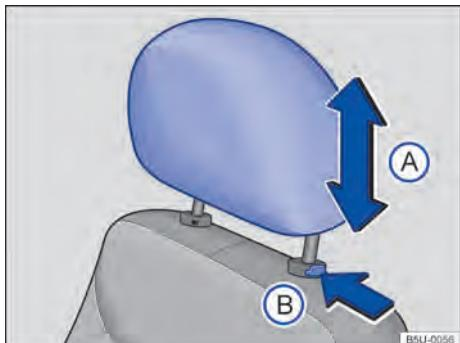

Fig. 45 Ajustar o apoio para cabeça dianteiro.
- Empurrar o apoio para cabeça para cima ou para baixo na direção da seta → Fig. 45 A → .